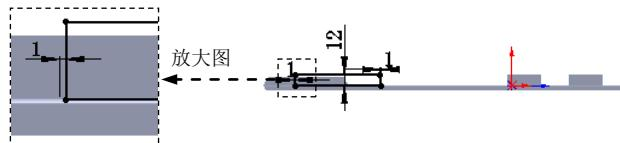

图 17.10.108 横断面草图
(4) 定义释放槽参数。单击选中 **自定义释放槽类型(R)** 复选框, 在此区域中的下拉列表中选择 **矩圆形** 选项; 单击选中 **使用释放槽比例(A)** 复选框, 在 **比例(T)** 文本框中输入 2。
(5) 单击 按钮, 完成边线一法兰 7 的初步创建。
(6) 编辑边线一法兰 7 的草图。在设计树的 **边线一法兰 7** 上右击, 在系统弹出的快捷菜单中单击 命令, 系统进入草图环境。绘制图 17.10.108 所示的横断面草图。退出草图环境, 此时系统完成边线一法兰 7 的创建。